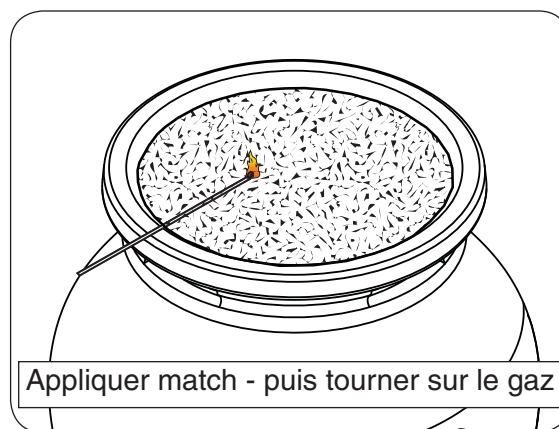

Fig. 24-1
3. Poser une allumettes à tige longue éclairé sur la surface des médias décoratifs près du brûleur (**ne pas tenir le match en main**) ou utiliser un briquet au butane long cou éclairé (Fig. 24-1).